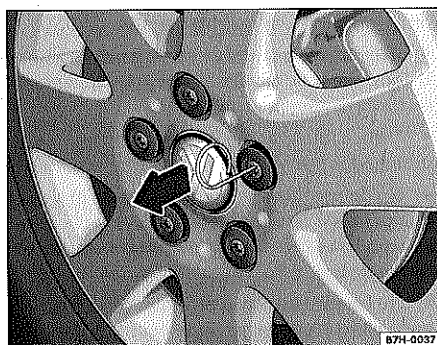

Fig. 23 Extracción de los capuchones con el alambre
- Introduzca el gancho en el orificio central del capuchón ⇒ fig. 23.